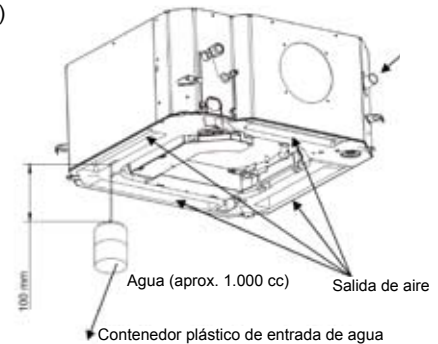

Fig. 17
- Prepare el trabajo; consulte la Fig. 17.
- Inyecte, despacio, unos 1.000 cc de agua en la bandeja de desagüe (Fig. 17). Revise el desagüe a través de la toma de desagüe transparente para ver si se produce alguna fuga.